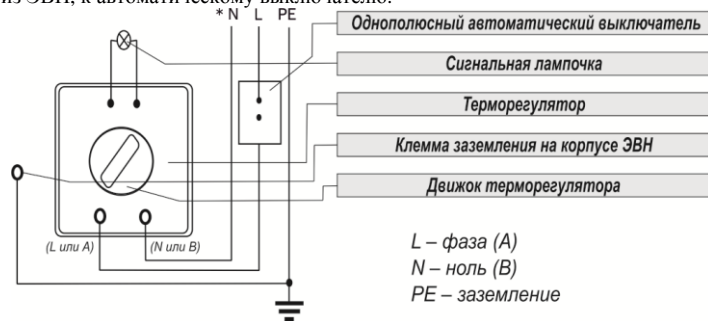
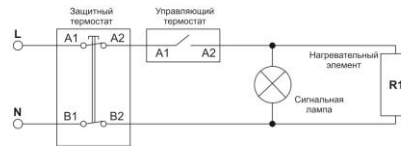

Рис. 7. Схема электрическая
Рис. 11. Схема электрическая для моделей Steatite (S3C), D400-2-BC.
В цепь электропитания необходимо установить автоматический выключатель с током отсечки, равным 10А для ЭВН мощностью до 1,6 кВт и 16А для ЭВН мощностью от 1,6 кВт до 2,5 кВт. Подключение моделей O'Pro, EGO, O'Pro + (рис. 7, 8) и моделей D400-2-BC (рис. 11):
Подключение моделей O'Pro (PC) (рис. 7, 8) и Steatite (рис. 7, 9, 10, 11);